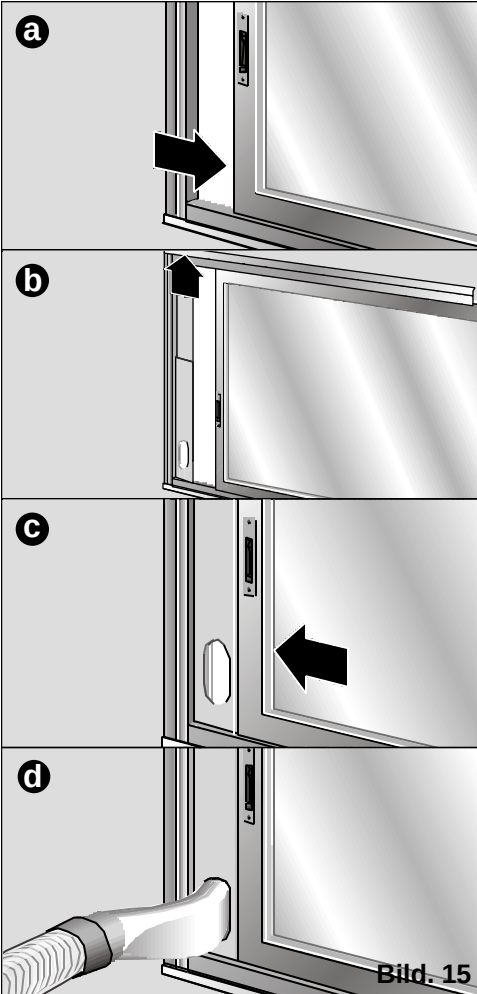

Bild. 15
- Du kan också använda specialtillbehöret för skjutfönster/dörr (läs mer om detta i det kapitel som behandlar tillbehören) **Bild 15: a, b, c, d.** Detta tillbehör fungerar både för skjutfönster / och skjutdörrar.